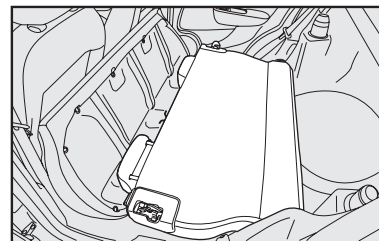

fig. 95
5) Incline hacia adelante el respaldo haciendo pasar lateralmente los cinturones seguridad, de manera que se obtenga una superficie de carga única **fig. 95**.
1) Desenganche las extremidades superiores **A-fig. 95** de los dos tirantes, desprendiéndolas de sus pernos.